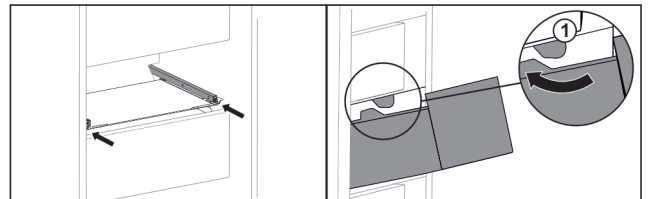

Fig. 115
- ▶ Vezesse el a fiókot az ütközők Fig. 115 (1) körül.